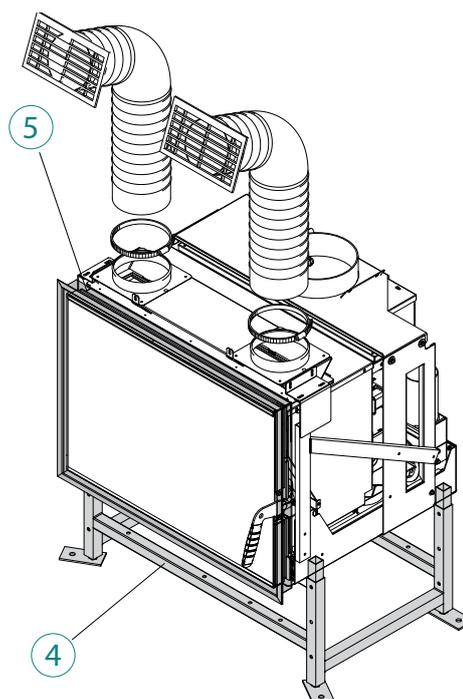

fig. 6.4.3
- C) Kit socle « 4 » (Fig. 6.4.3)